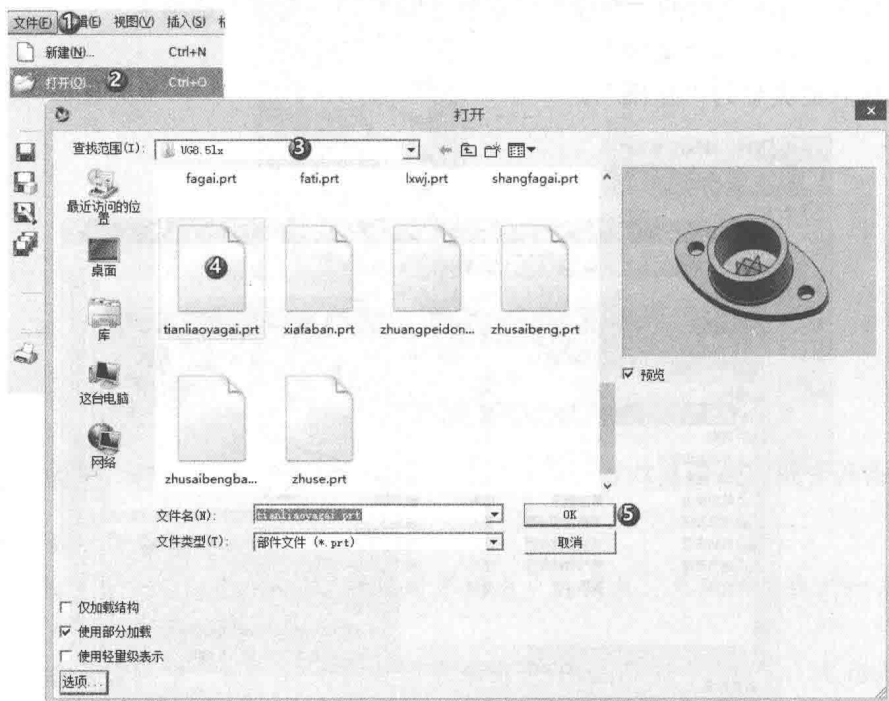

图 1-7 “打开”对话框
(1) 单击“文件”菜单。
(2) 选择下拉菜单中的“打开”菜单命令或单击“标准”工具条中的“打开”按钮，打开如图 1-7 所示的“打开”对话框。
(3) 在“查找范围”下拉列表框中选择部件文件所在的目录。
(4) 在该目录中选择要打开的部件文件。该部件文件选择后高亮显示，并在右侧的预览区域显示该部件模型。同时，“文件名”下拉列表框显示该部件文件的名称。
(5) 确认选择正确后单击 OK 按钮，系统关闭对话框并打开所选文件。